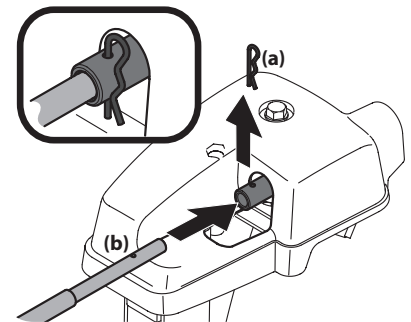

Figura 2-37
- Retire el sujetador de horquilla (a) de la parte posterior del conjunto del control del canal. Consulte Figura 2-37.